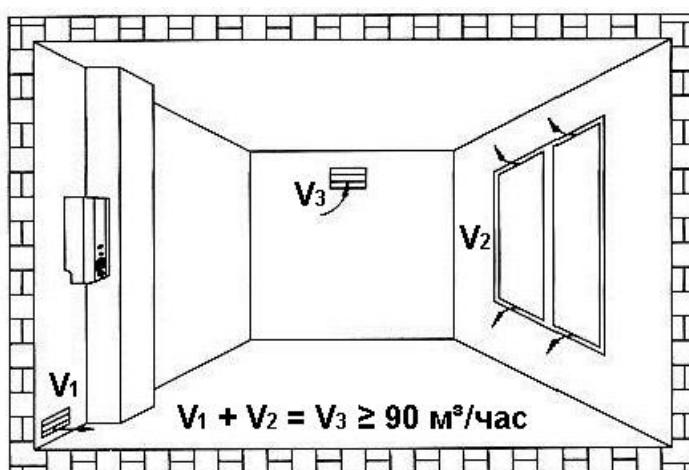

Рис. 9
- количество удаляемого воздуха из помещения (СНиП 2.04.05-91) должно быть не менее 90 м³/час (Рис. 9);